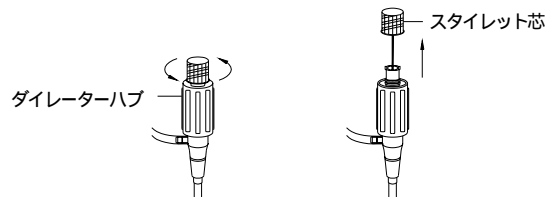

図2
4. 段付ダイレターにスタイレット芯が装着されている場合は、ダイレターハブを持ち、スタイレット芯を反時計方向に回して抜く（図2参照）。